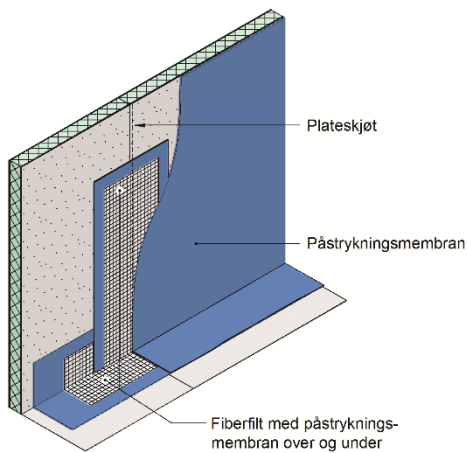

Fig. 2a
- Alternativ 1: Alle plateskjøter og skruefester dekkes med Tetti fiberfilt, i kombinasjon med en godkjent påstrykningsmembran. Påstrykningsmembranen skal dekke fiberfilten i en bredde som er bredere enn båndets bredde, se Fig 2a.